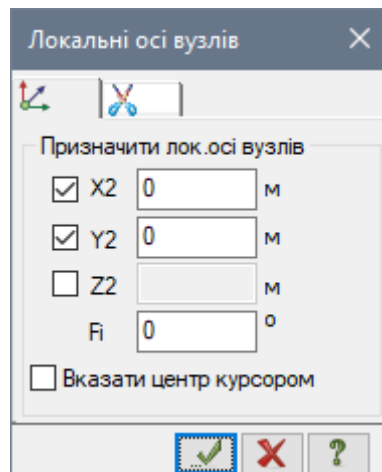

Рис. 6.6. Діалогове вікно Локальні осі вузлів
- Натисканням на кнопку  – **Локальні осі вузлів** (панель **Редагування вузлів** на контекстній вкладці **Вузли**) відкрийте діалогове вікно **Локальні осі вузлів** (рис. 6.6).